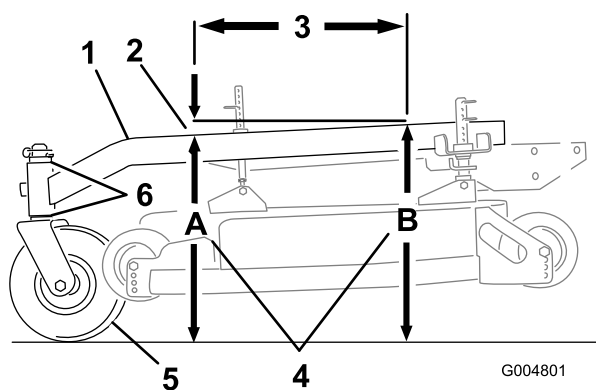

Figure 68
L'inclinaison avant/arrière du bâti porteur doit être comprise entre 3 mm (1/4") et 9 mm (3/8") sur 61 cm (24") de sa longueur (Figure 68).
1. Mesurez 61 cm (24") sur le bâti porteur (Figure 68).
- Mesurez la hauteur du bâti porteur au point A (Figure 68).
- Mesurez la hauteur du bâti porteur au point B (Figure 68).
- La hauteur au point A doit être inférieure de 3 à 10 mm (1/8 à 3/8") par rapport au point B (Figure 68).
- Si ce n'est pas le cas, déplacez les entretoises des roues pivotantes de manière à obtenir l'inclinaison voulue de 3 à 10 mm (1/8 à 3/8") (Figure 68). Déplacez les entretoises en haut ou en bas pour corriger l'inclinaison.